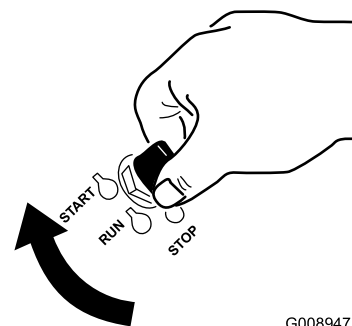

Figure 16
1. Tournez la clé de contact à la position de DÉMARRAGE (Figure 16).
6. Tournez la clé de contact à la position de DÉMARRAGE (Figure 16). Relâchez la clé quand le moteur démarre.